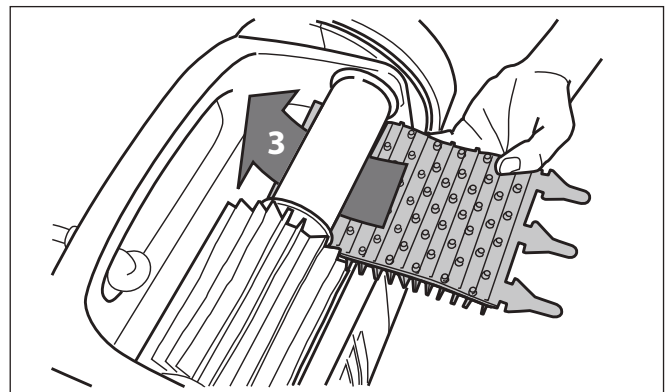

Figure 22. Installer la nouvelle brosse
- Pour installer la nouvelle brosse, la placer sur le rouleau avec les lames de nettoyage vers l'extérieur (Figure 22).